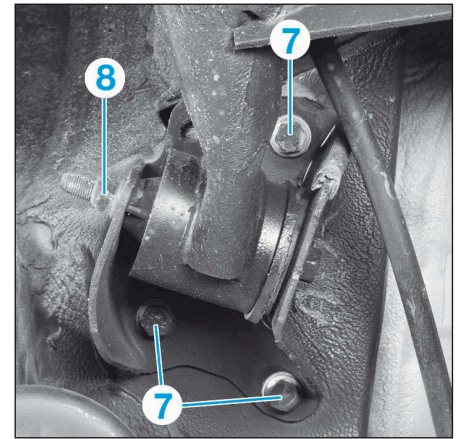

FIG.36
- Déposer les vis de paliers (7) (Fig.36).
- Débloquer l'écrou (8) de chaque côté du véhicule (Fig.36).